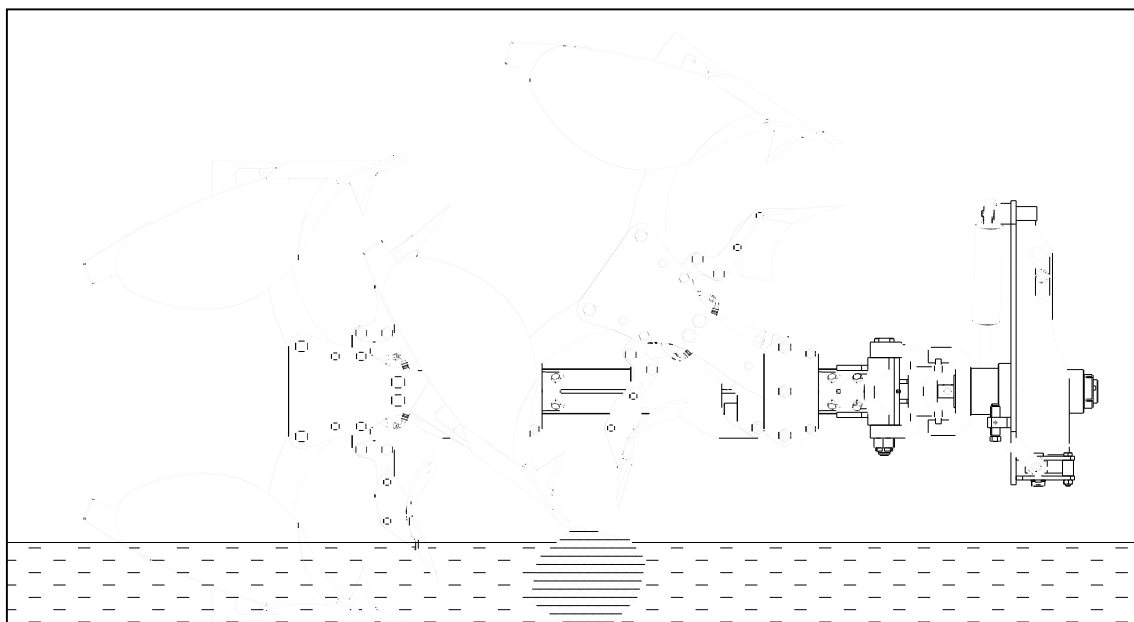

fig.17
- In fig.17 è rappresentata una coppia di corpi in posizione di sgancio elastico.